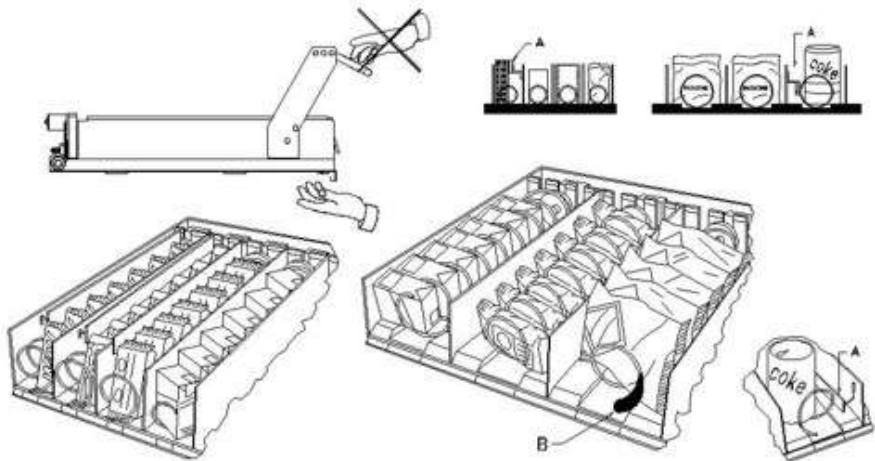

fig. 3
8.2 DISTANCIADORES DE PRODUCTOS EN CAJONES (fig. 3)
8.3 EXPULSOR DE PRODUCTOS (fig. 3)